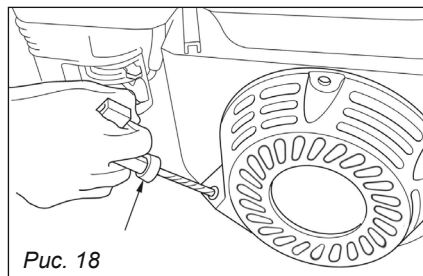

Рис. 18
6. Возьмитесь за ручку стартера и медленно потяните до появления ощутимого сопротивления, затем потяните ручку стартера резким рывком (рис. 18).